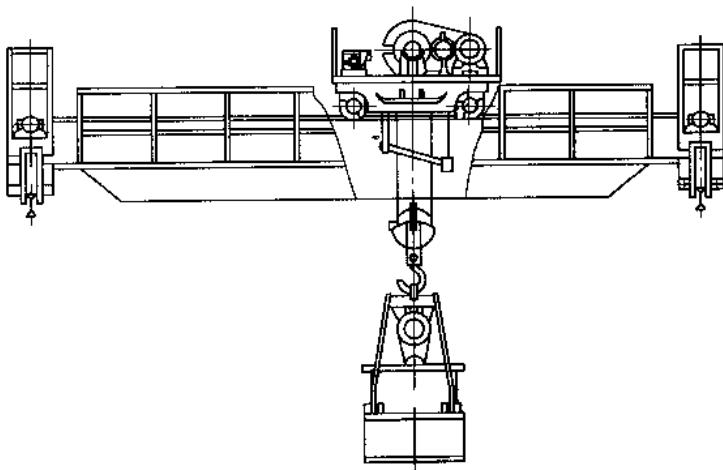

图 1-2 抓斗桥式起重机
(2) 抓斗桥式起重机 抓斗桥式起重机是以抓斗作为取物装置的桥式起重机，用于抓取碎散物料。其他部分与吊钩式桥式起重机完全相同，如图 1-2 所示。它是一种专用桥式起重机。